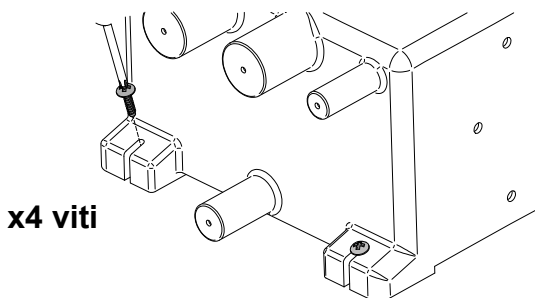
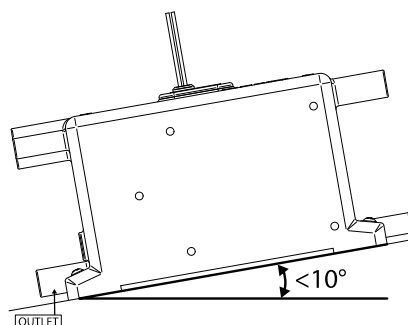

Figura 5 – Fissaggio del pozzetto di raccolta
Figura 6 – Angolo di installazione massimo possibile
- Figura 5 Fissaggio del pozzetto di raccolta
- Figura 6 Angolo di installazione massimo possibile
Passo 2: Il pozzetto di raccolta deve essere fissato usando 4 viti appropriate attraverso i piedi di appoggio del pozzetto di raccolta, come illustrato nella figura 5. **NOTA BENE:** l'angolo del pozzetto di raccolta non deve superare i 10° (figura 6). **NOTA BENE:** non avvitare direttamente allo scafo – il montaggio **DEVE** avvenire su una paratia o su una tavola supplementare.